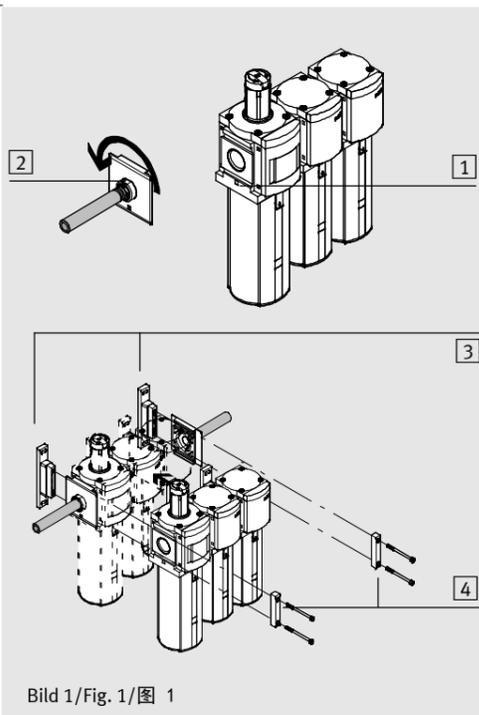

Bild 1/ Fig. 1/图 1
Rohranschlussplatte Typ MS12-AG.. / MS12-MV (Bild 1)
a) Vormontage (Bild 1 oben)
b) Endmontage (Bild 1 unten)